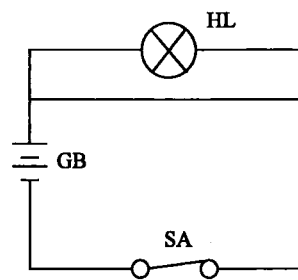

图 1-5 短路
(3) 短路: 短路是电源未经负载而直接由导线构成闭合回路(如图 1-5 所示)。电源两端的导线直接相连接, 电源输出电流将比允许的通路工作电流大很多倍, 电源会因短路而损耗大量的能量, 属于严重过载, 如没有保护措施, 电源或电器会被烧毁, 甚至发生火灾, 所以通常要